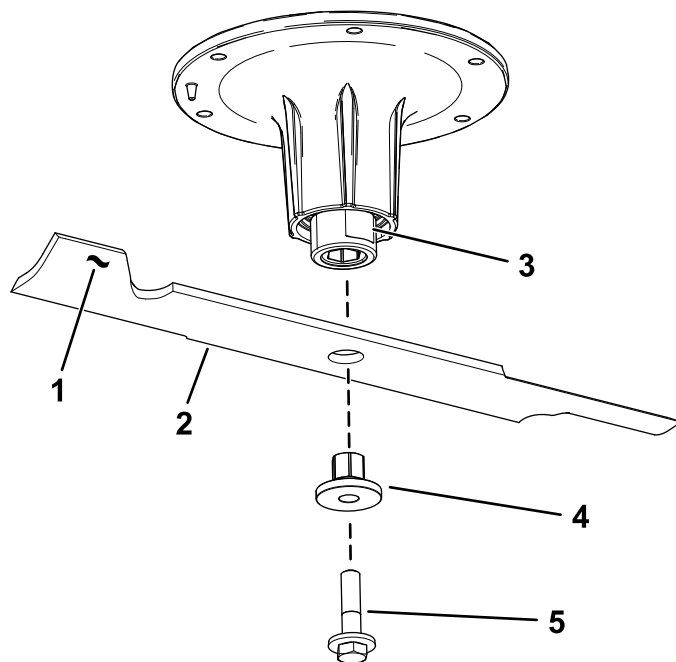

Рисунок 74
2. Снимите болт ножа, втулку и нож с вала шпинделя (Рисунок 74).